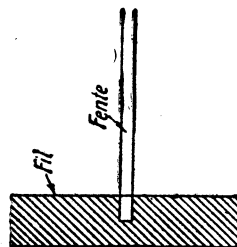

Figure 18
**2° Galvanomètre à corde.** — Une fente, figure 18, a l'une de ses extrémités masquées par un fil d'un galvanomètre à corde analogue à celui du procédé Western, mais avec un seul fil.